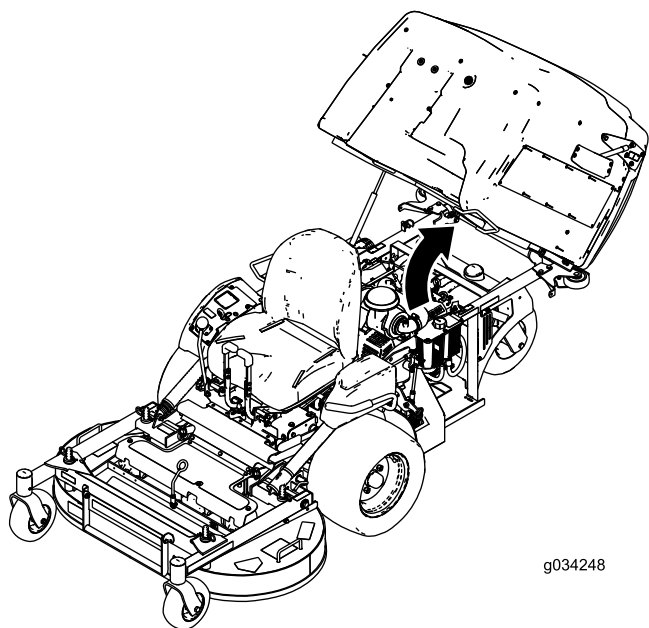

Figura 31
1. Alzate la tramoggia (Figura 31).